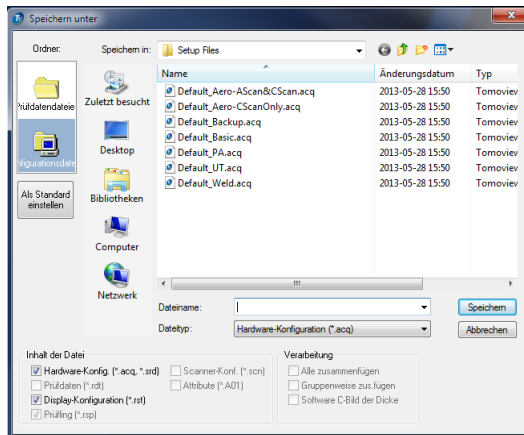

Abbildung 4-3 Dialogfeld Speichern unter
2. Im eingeblendeten Dialogfeld **Speichern unter** (siehe Abbildung 4-3 auf Seite 242):